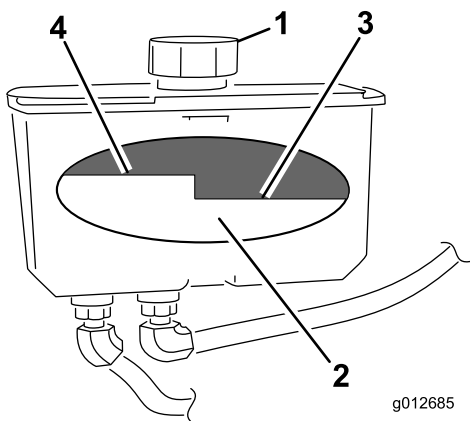

Figure 71
4. Nettoyez la surface autour du bouchon et du goulot de remplissage du réservoir hydraulique (Figure 71).
5. Enlevez le bouchon du goulot de remplissage. Vérifiez le niveau d'huile à l'intérieur du réservoir (Figure 71).
Remarque: Lorsque l'huile est chaude, elle doit atteindre le haut du repère “à chaud” sur le défecteur (Figure 71).